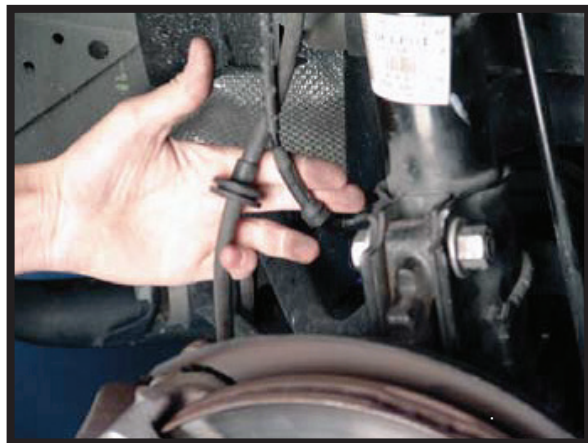

FIGURA 1
4. A CONTINUACIÓN, EXTRAIGA EL LATIGUILLO DEL FRENOY EL CABLE DEL SENSOR DEL ABS DEL SOPORTE DE RETENCIÓN EN EL PUNTAL. (FIGURA 1)